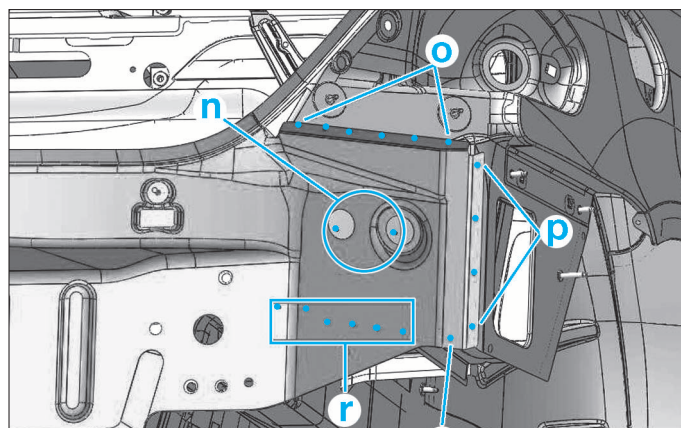

FIG. 94
- Fraiser (Fig.94) :
- (n), (o), (p), (q), (r) par points électriques (Fig.94).